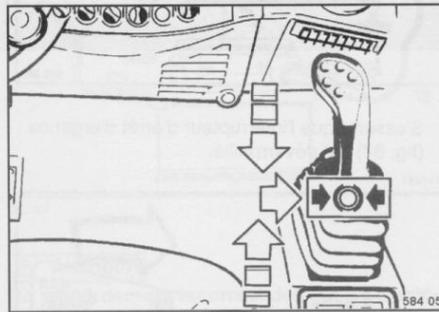

fig. 35
- Vérifier si le levier de commande de la marche (fig. 35) est enclenché vers la droite sur position de freinage.